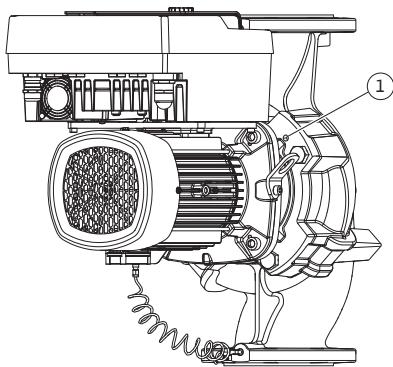
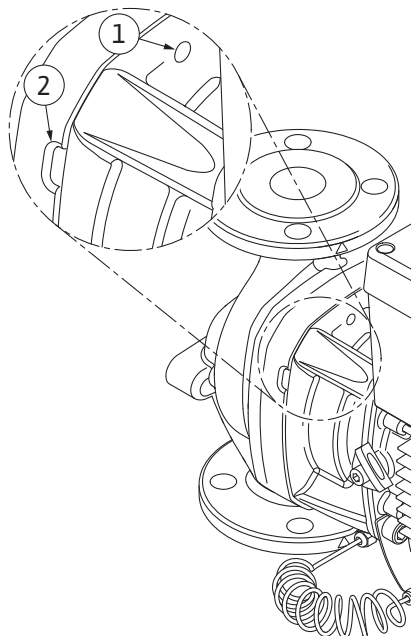

Fig. 103: Éjection du kit embrochable par les trous taraudés
Fig. 104: Trous taraudés et fentes pour chasser le kit embrochable du corps de pompe
12. Pour le type de pompe (Fig. III, IV), desserrer les vis (pos. 29). Utiliser les deux trous taraudés adjacents (Fig. 103, pos. 1) ainsi que les vis appropriées fournies par le client (p. ex. M10 x 25 mm). Éjecter le kit embrochable du corps de pompe. Pour le type de pompe (Fig. I et Fig. II), utiliser les deux trous taraudés M10 (voir Fig. 104) et des vis appropriées fournies par le client (p. ex. M10 x 20 mm). Les fentes (Fig. 104, pos. 2) peuvent également être utilisées pour exercer une pression. Pour ce faire, placer, par exemple, deux tournevis et les utiliser comme leviers. Après un dégagement de 15 mm environ, le kit embrochable n'est plus inséré dans le corps de pompe.